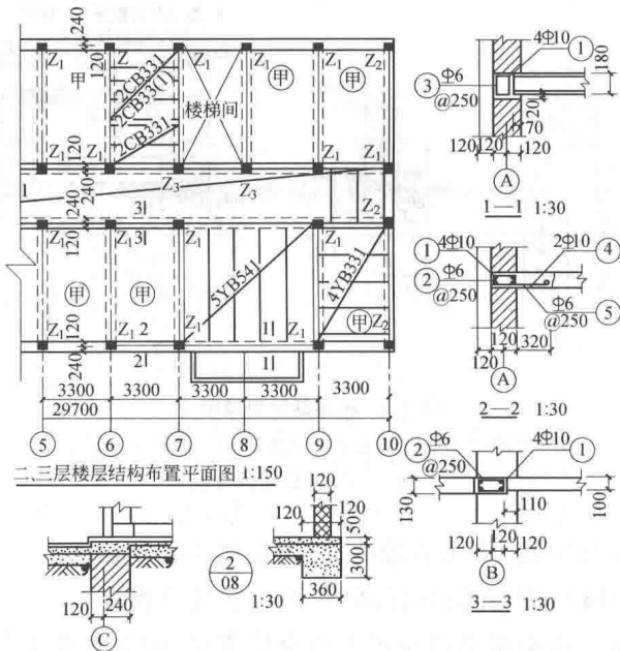

图 1-2 预制楼层结构平面图和剖面图
①预制楼层结构平面布置图和剖面图。它主要作为安装预制梁、板用图。其内容一般包括结构平面布置图、剖面图、构件用量等。阅读时应与建筑平面图及墙身剖面图配合阅读,见图1-2。
预制楼层结构平面图主要表示楼层各种预制构件的名称、编号、相对位置、定位尺寸及其与墙体的关系等。见图1-2中虚线为不可见的构件墙或梁的轮廓线,此房屋为砖墙承重、钢筋混